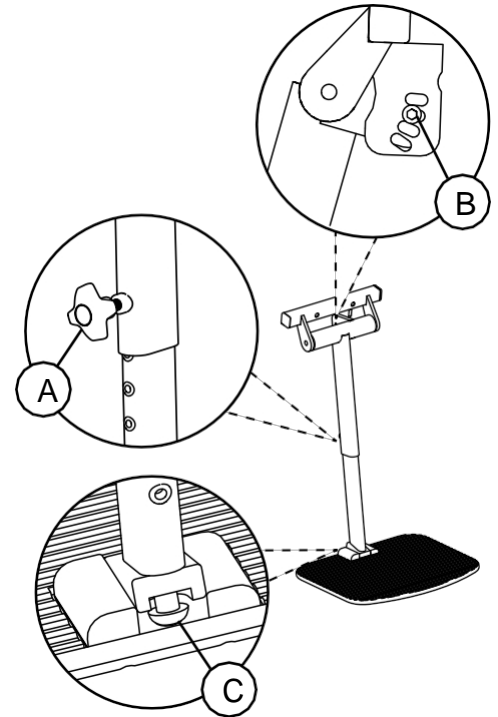

Fig. 5.53. Poggiagambe montato centralmente.
L'altezza (A), l'angolo del poggiagambe (B) e l'angolo del poggiapiedi (C) del poggiagambe montato centralmente possono essere regolati, vedere la Fig. 5.53.